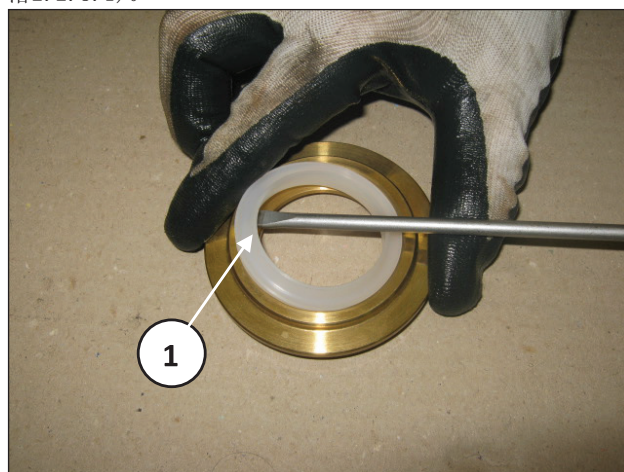

图 124
按照位置①, 图 124的指示, 利用一件简单的工具来拆下刮环, 注意不要损坏各自的底座。